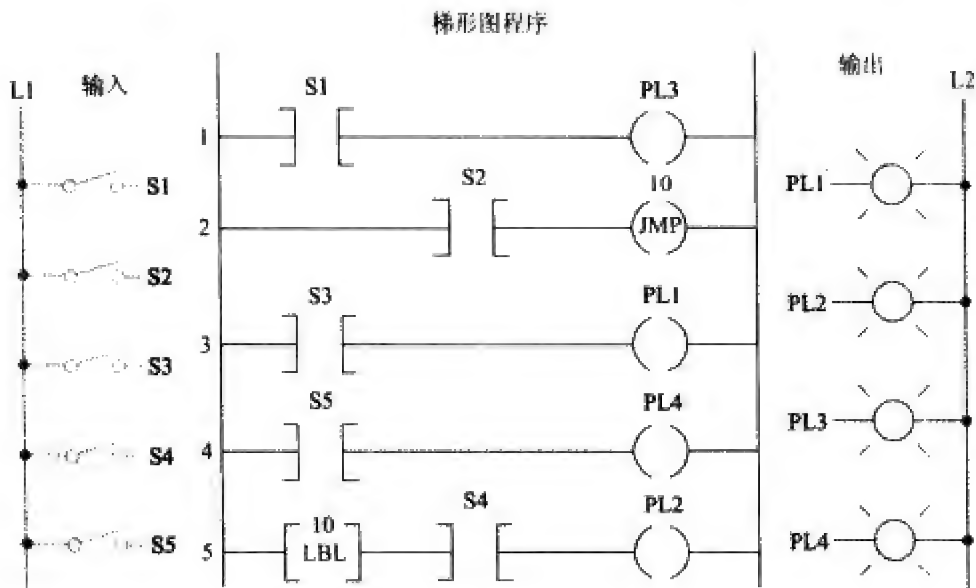

图 9-27
2. 针对图 9-27 所示跳转到标号程序，按照顺序回答问题。假设在完成每步操作后所有开关都处于断开状态。